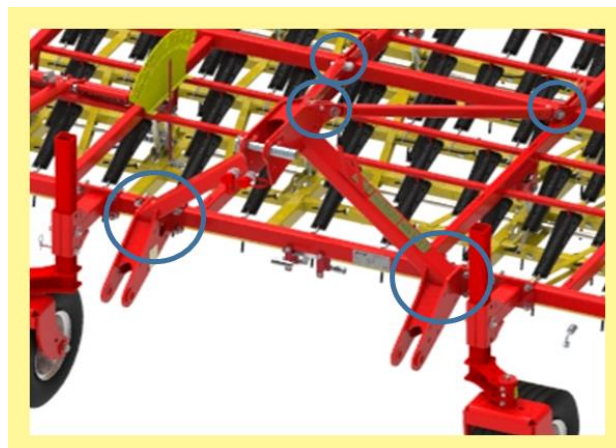

Fig. 13: Afmontering af monteringsbuk
- 6) I det næste trin afmonteres monteringsbukken. I den forbindelse løsnes de skrueforbindelser, der er markeret i Fig. 13, på begge sider.